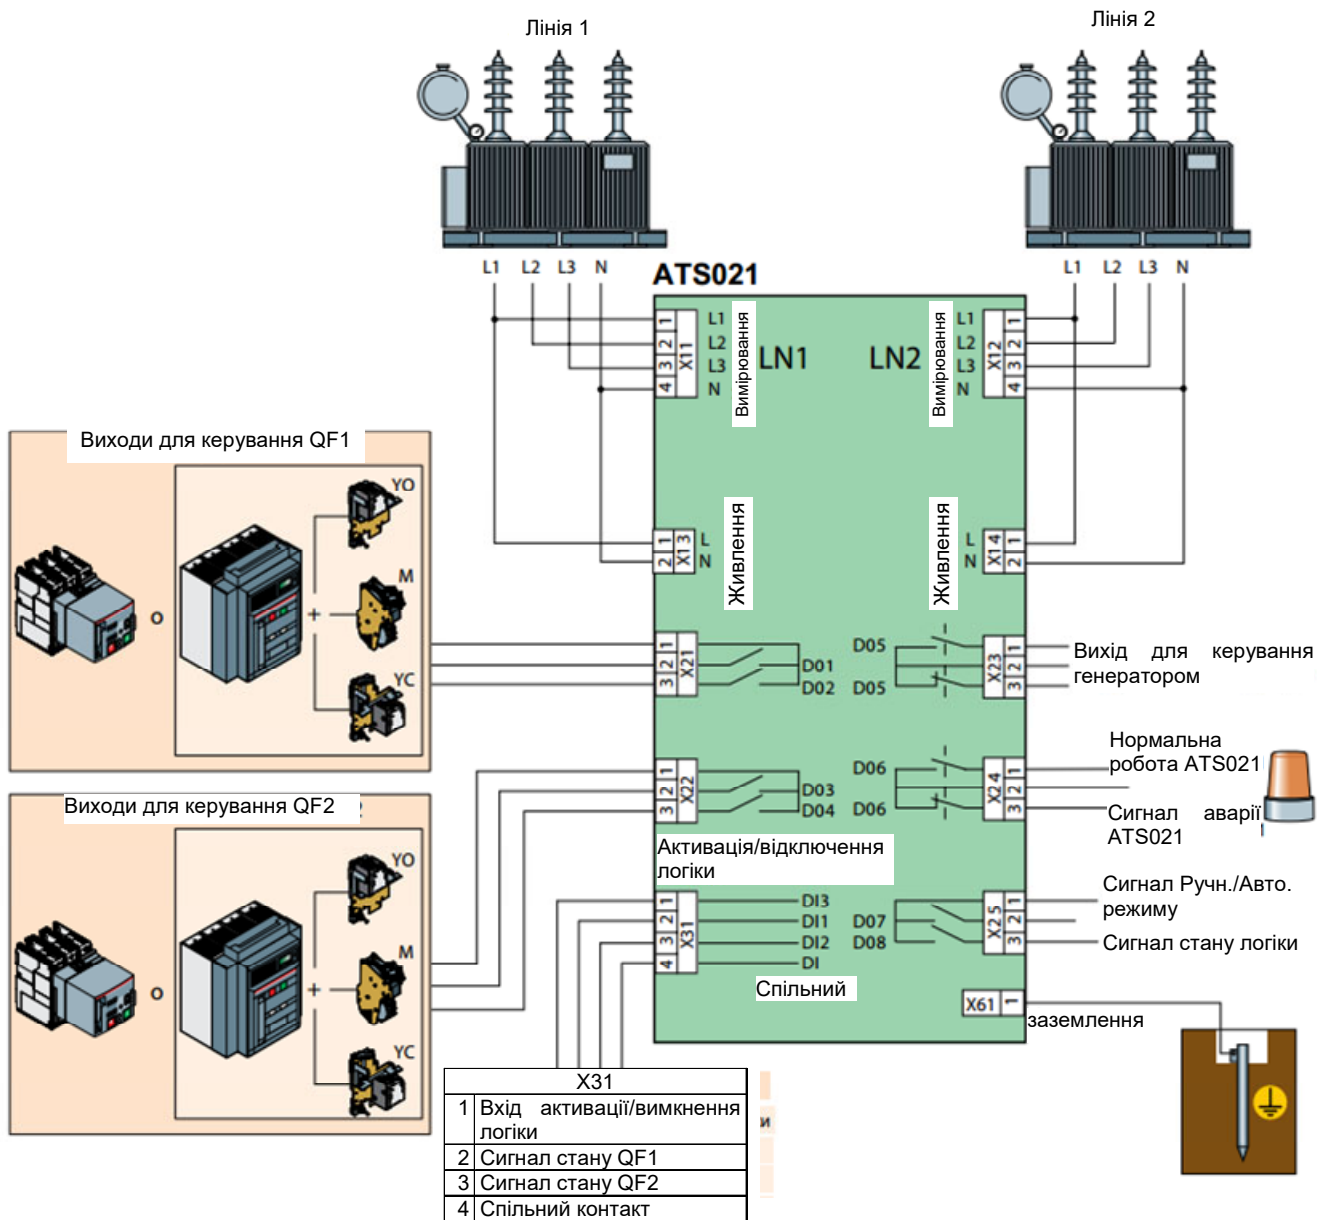

Рисунок 4.4 – З'єднання між блоком ATS021 і всіма аксесурами
На рис. 4.4 показані з'єднання між блоком ATS021 і всіма аксесуарами, необхідними для перемикання у випадку трифазної системи з нейтраллю.
1. Ввімкнути блок ATS022 згідно з рис. 4.4.
2. Нарисувати схему вмикання блоку ATS022 згідно з рис. 4.4.